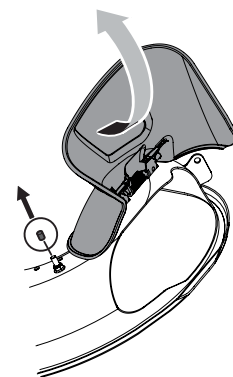

Figure 3
1. Relevez le déflecteur d'éjection et retirez le capuchon de la goupille filetée qui se trouve sur la surface du plateau de coupe. Voir Figure 3.